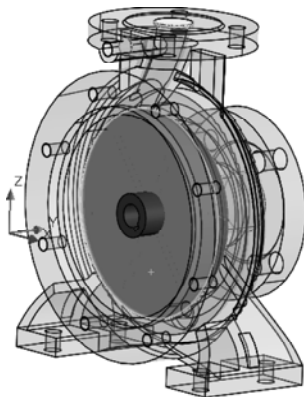

图 12-31 创建的端盖
STEP 2 单击“流动模拟主屏幕”工具栏中的“创建封盖”按钮，在模型的多个位置处创建封盖，如图 12-31 所示（个别位置所创建的端盖可能不太准确，或者无法创建，此时需要直接创建新的拉伸零件作为端盖）。